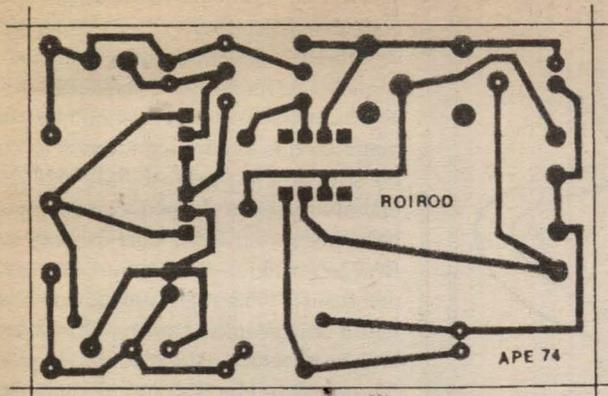

Fig. 2
- FIG. 2 - LAY OUT DO CIRCUITO IMPRESSO ESPECÍFICO - Os mais novatos entre vocês não devem deixar-se impressionar pela placa, um pouquinho grande... Na verdade os componentes